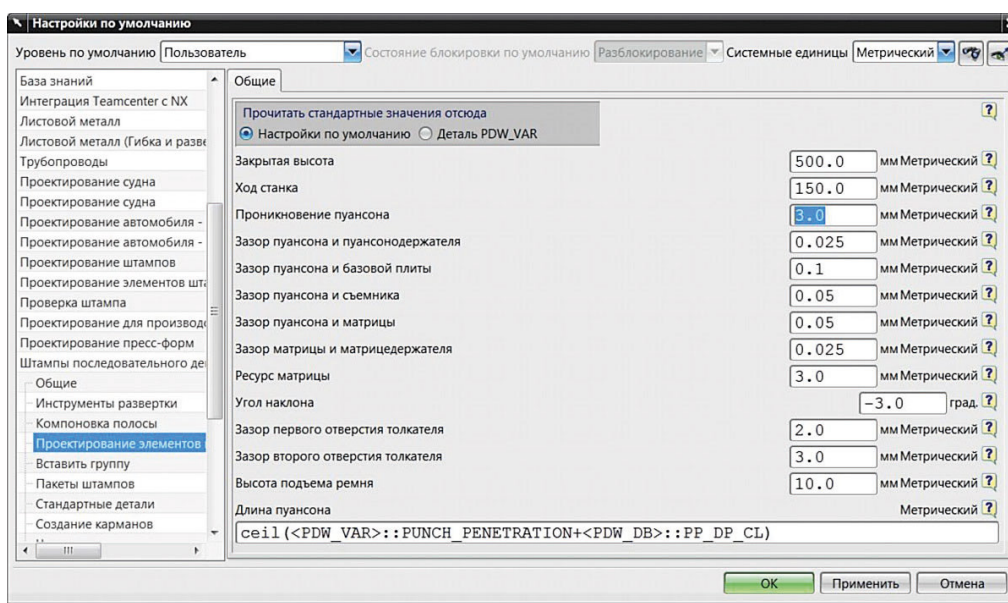

Рис. 2.6. Окно «Проектирование элементов штампа»
- нажмите кнопку **ОК** и появится результат поиска (рис. 2.6).
На рис. 2.6 показано окно раздела **Проектирование элементов штампа**, где представлен параметр **Настройка по умолчанию – Проникновение пуансона**.